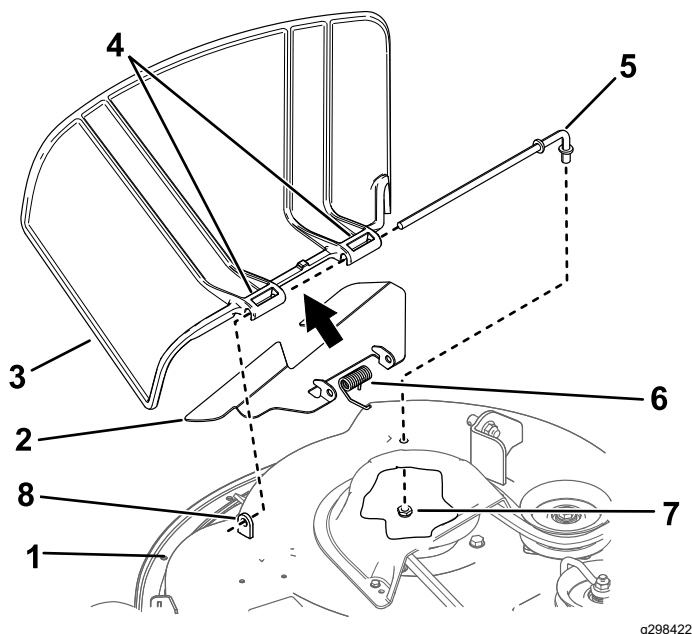

Bild 76
1. Nehmen Sie die Mutter ($\frac{3}{8}$ ") aus der Stange unter dem Mähwerk ab (Bild 76).
- Schieben Sie die Stange aus dem kurzen Vorsprung, der Feder und Drehzapfen (Bild 76).
- Montieren Sie das neue Ablenkblech (Bild 76).
- Schieben Sie die Stange durch den zweiten Drehzapfen am Grasablenkblech (Bild 76).
- Befestigen Sie das hintere Stangenende mit einer Mutter (3/8") am Mähwerk, wie in Bild 76 abgebildet.